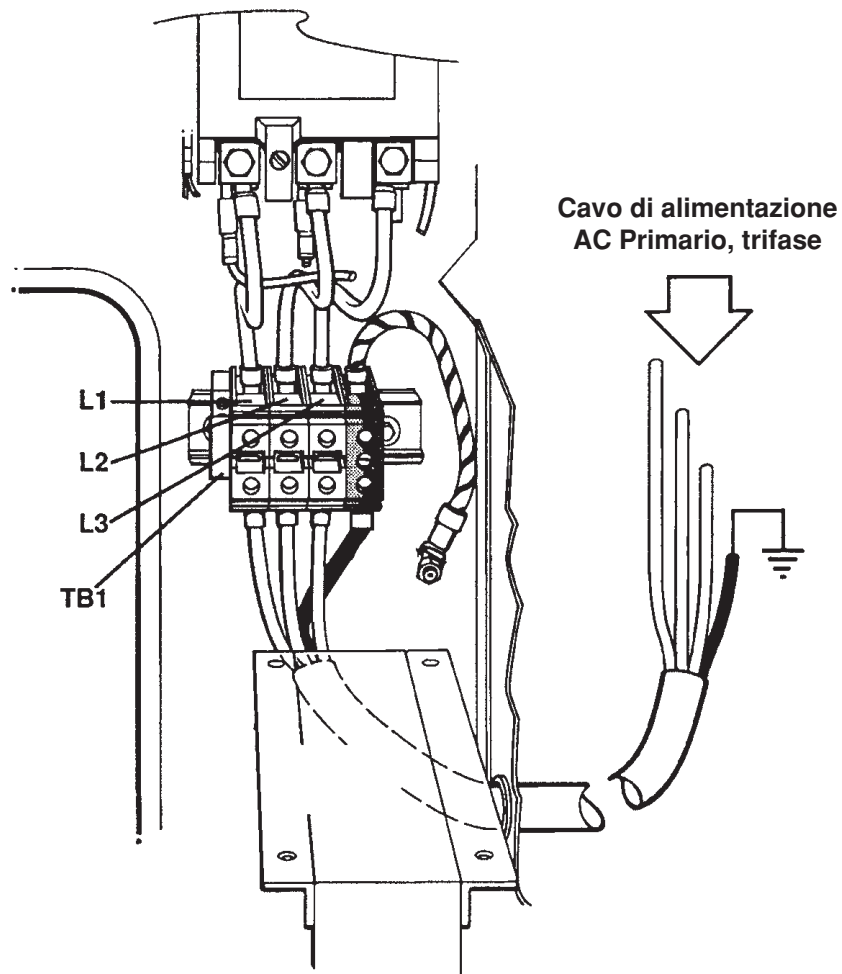

Figura 8-1 Posizione di misura della tensione primaria – HT2000
5. Misurare la tensione su TB1 tra L1, L2 e L3. Vedere Figura 8-1 per il dettaglio di TB1. La tensione tra 2 qualunque dei 3 punti su TB1 deve essere uguale alla tensione di alimentazione (200, 208, 220, 240, 380, 415, 480, o 600 VCA). Se si verifica un problema in questa fase, scollegare l'alimentazione principale e verificare le connessioni, il cavo di alimentazione e i fusibili sull'interruttore generale di linea. Sostituire tutti i componenti difettosi.